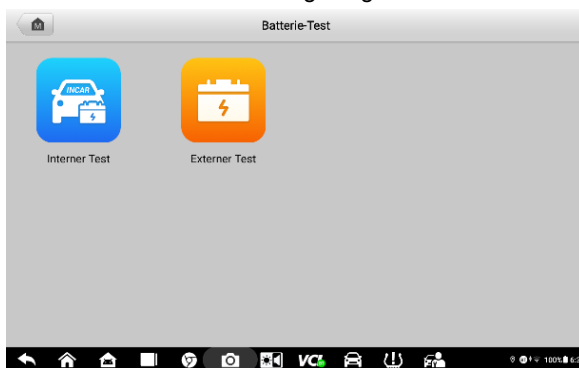

Abbildung 8-3
1. Tippen Sie im MaxiSys -Auftragsmenü auf die Anwendung „**Batterietest**“ . Der Bildschirm „Batterietest“ wird angezeigt (siehe Abbildung 8-3) .